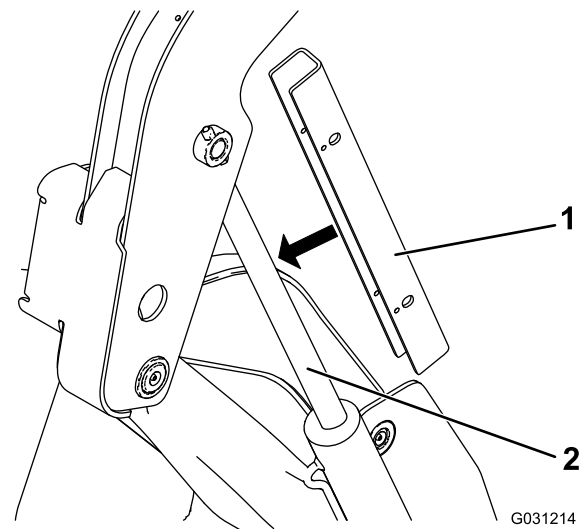

Рисунок 38
- Поместите замки на шток гидроцилиндра подъема (Рисунок 38).